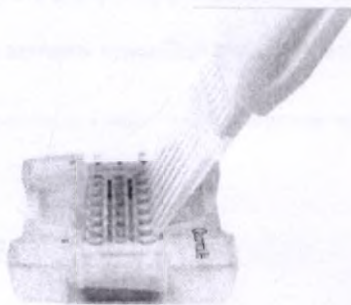

Рис. 10
13. Теперь в верхних лунках содержатся капли, а средние и нижние лунки почти пустые с небольшим количеством остаточного масла. Держатель плоско лежит на посадочном месте, 8-канальную пипетку установить на объем 35 мкл под углом $\sim 45^\circ$ так, что наконечники этой пипетки опираются на дальний край лунок верхнего ряда контейнера DG8 (Рис. 10). (Не располагать наконечники внизу лунки во избежание соприкосновения между наконечниками пипеток и нижней частью лунок.). Медленно наберите 35 мкл каплей из выходных лунок.